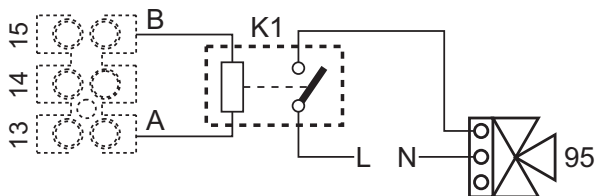
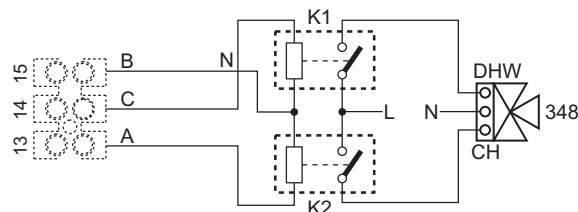

рис. 96- Подключение 3-х ходового клапана с 2 проводами
рис. 97- Подключение 3-х ходового клапана с 3 проводами
**ВНИМАНИЕ:** для подключения 3-ходового клапана (клеммы 13–14–15) см. схемы рис. 96 и рис. 97.